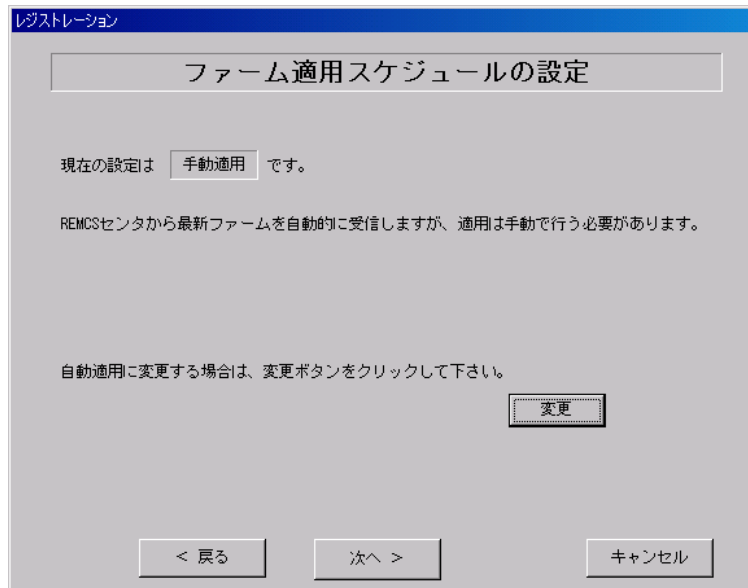

図 4-53 ファーム修正適用のスケジュール設定(P-P 接続)
- 20** ファーム修正適用のスケジュールを設定します(図 4-53、表 4-31)。手動適用／自動適用のいずれかを指定できます。[変更]をクリックしてご希望の適用方法に合わせてください。SMB を搭載していない場合、ファーム適用機能は使用できませんので、そのまま[次へ]をクリックして先にお進みください。